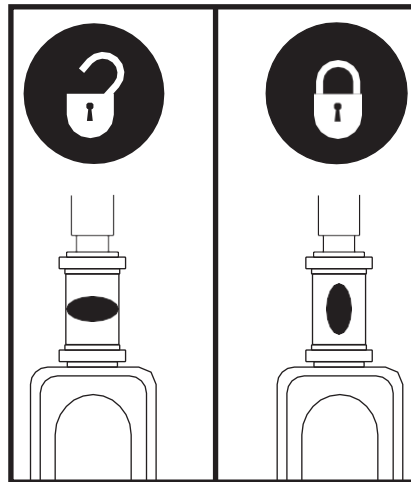

Abbildung 32. Verriegelungsknopf Lenkstange
1. Ziehen Sie den Schlüssel vom Schlüsselschalter ab und verriegeln Sie dann die Lenkstange in der vorwärtsgerichteten Position, indem Sie den Verriegelungsknopf eindrücken und um 90° im Uhrzeigersinn drehen. **Siehe Abbildung 32.** Um die Lenkstange arretieren zu können muss das Vorderrad nach vorn gerichtet sein.
6. Lösen Sie die Lenkstange, indem Sie den Verriegelungsknopf der Lenkstange um 90° gegen den Uhrzeigersinn drehen. **Siehe Abbildung 32.**